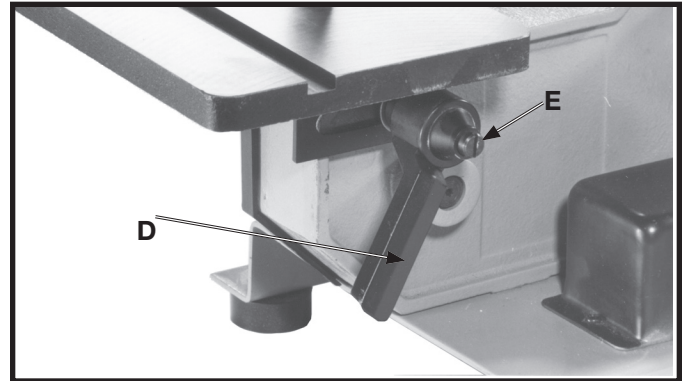

Fig. 18
3. Insérer une poignée (D) fig. 18, sur le goujon de verrouillage et fixer à l'aide d'une vis (E) et du ressort.
4. **REMARQUE** : la poignée de blocage est à ressort (D) fig. 18, et se déplace en retirant la poignée et en la repositionnant sur le goujon à crans d'arrêt situé sous la poignée.